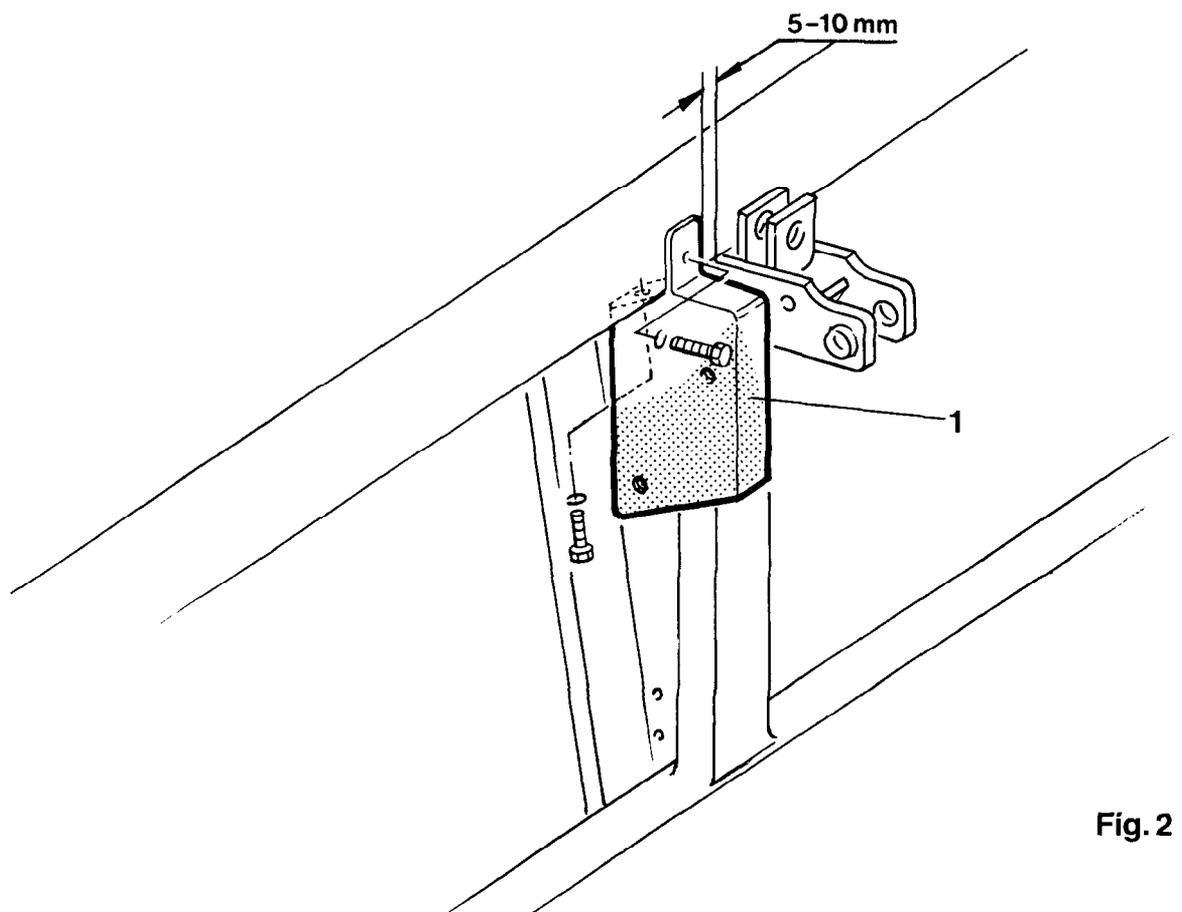

Fig.2
- Zwischenkonsole befestigen (Fig. 2/1).
- 7.4 Für Maschinen mit Zusatzteilen (siehe Seite 1) ist die Befestigung des Schaltkastens unter Punkt 2.2 (Fig. 2) zu ersehen.